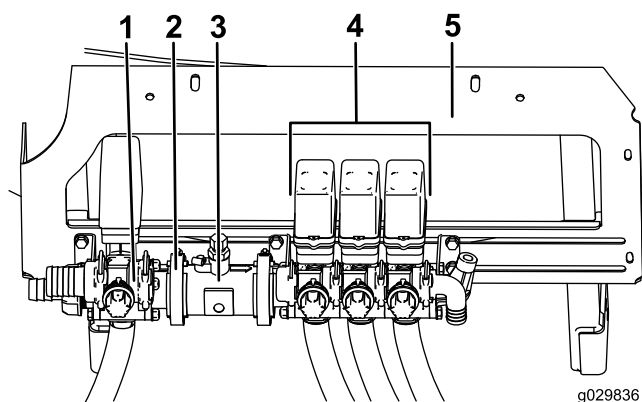

Figura 1
2. Desaperte, mas não retire, os parafusos que prendem o conjunto da válvula da secção ao suporte de montagem (Figura 1).
3. Desaperte o grampo do parafuso sem fim existente que prende a válvula de agitação ao fluxímetro (Figura 1).